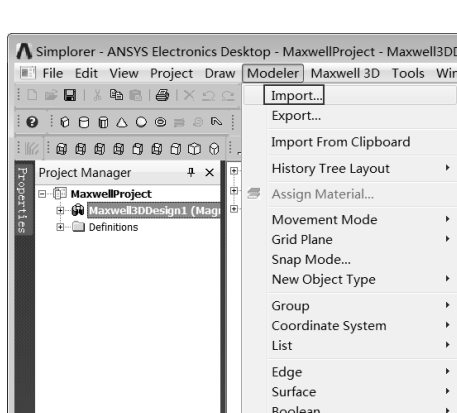
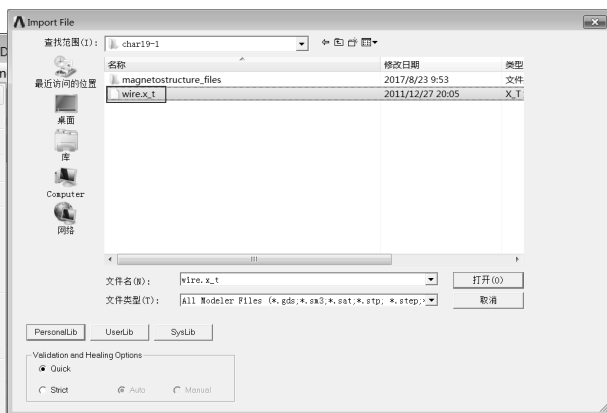

图 19-7 读入模型数据文件
图 19-8 Import File 对话框
Step3：读入模型数据文件。如图 19-7 所示，选择 Modeler→Import 命令，会弹出如图 19-8 所示的 Import File 对话框，从中选择 wire.x_t 文件，单击“打开”按钮，即可打开模型文件。